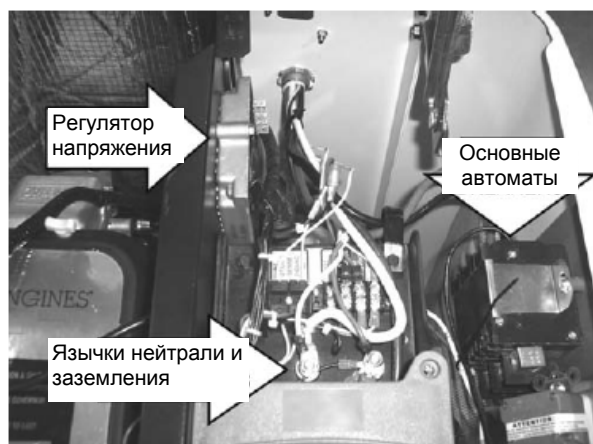

Рисунок 37.
14. Снять провода статора: Снять все провода с регулятора напряжения, снять нейтральный и заземляющий провода с заземляющих язычков, снять провода N1 и N2 с основных автоматов. Смотреть рисунок 37.